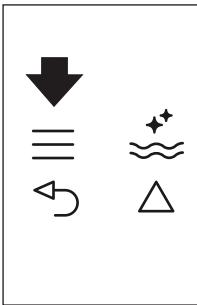
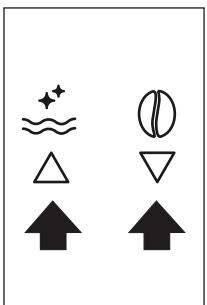

Abb. 22
Abb. 9
- Drücken Sie das  Symbol (B2), um das Menü aufzurufen (Abb. 22) oder drücken Sie die Symbole  (B7) und (B8) (Abb. 9) bis „HEISSWASSER PROGRAMMIEREN“ erscheint.